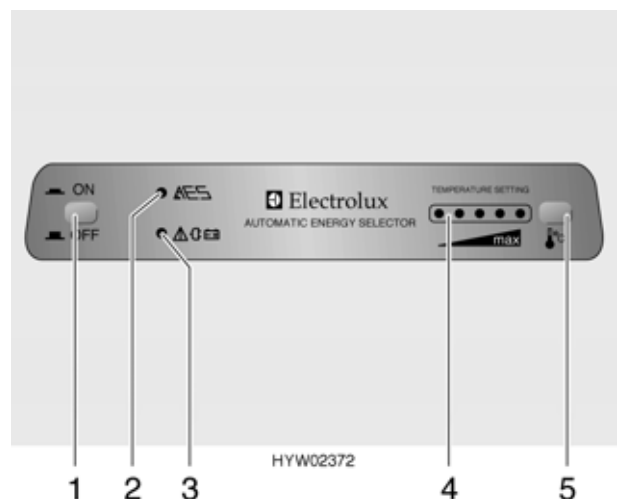

Bild 123 Bedienelemente für Kühlschrank
Ist die 230-V-Versorgung nicht angeschlossen und ist der Fahrzeugmotor ausgeschaltet, wählt das AES die Gasversorgung. Beim Anwählen des Gasbetriebs wird die Zündsicherung automatisch geöffnet, so dass Gas zum Brenner strömen kann. Gleichzeitig wird der elektronische Zünder eingeschaltet. Erlischt die Gasflamme, z. B. durch einen Luftzug, wird der Zünder sofort aktiviert und zündet das Gas wieder an. Bei Störung im Gasbetrieb blinkt die Kontroll-Leuchte (Bild 123,2) rot.
- Im Tankstellenbereich ist das Betreiben offener Flammen verboten. Falls der Aufenthalt länger als 15 Minuten dauert, muss der Kühlschrank am Druckschalter (Bild 123,1) ausgeschaltet werden.
Im elektrischen Betrieb wird die elektrische Spannung ständig vom AES überwacht. Ist sie über einen bestimmten Zeitraum zu niedrig, schaltet das AES automatisch auf Gasbetrieb um. Die Kontroll-Leuchte (Bild 123,3) leuchtet. Das AES bleibt so lange in dieser Betriebsart, bis die elektrische Spannung wieder dem Normalwert entspricht.
Nach dem Einschalten wählt der Kühlschrank automatisch die mittlere Thermostateinstellung. Diese Einstellung kann manuell mit dem Taster (Bild 123,5) nachgeregelt werden. Die Leuchtdioden (Bild 123,4) zeigen die gewählte Thermostateinstellung an. Mit dem Taster wird die Kühltemperatur für alle drei Energiearten eingestellt. Es dauert einige Stunden, bis der Kühlschrank die normale Betriebstemperatur erreicht hat. Beim Umschalten der Betriebsart wird die Thermostateinstellung beibehalten. Die Kühltemperatur wird unabhängig von der Energieart beibehalten.
- Druckschalter (Bild 123,1) drücken. Kontroll-Leuchte (Bild 123,2) leuchtet grün.
- Kühltemperatur am Taster (Bild 123,5) einstellen. Die Leuchtdioden (Bild 123,4) zeigen die gewählte Thermostateinstellung.
Bei Störung im Gasbetrieb blinkt die Kontroll-Leuchte (Bild 123,2) rot.
- Druckschalter (Bild 123,1) drücken. Kontroll-Leuchte (Bild 123,2) leuchtet nicht mehr.